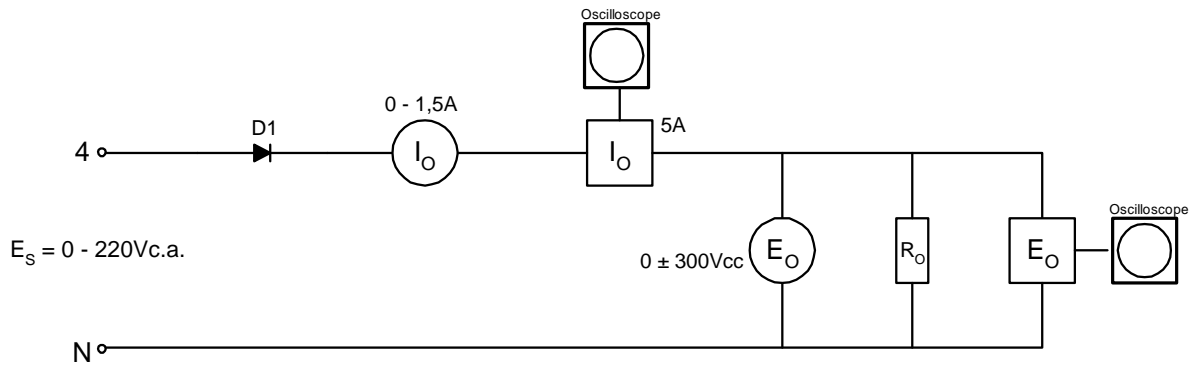

FIGURE 1-1
1. Montez le circuit de la Figure 1-1 en branchant une charge de 220 ohms.